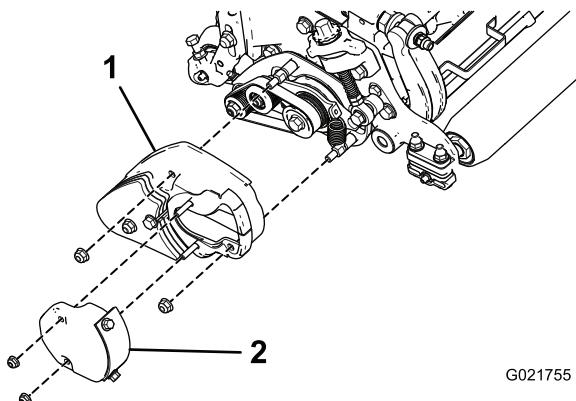

図 15
- グルーマカバー・アセンブリから、アクセスカバーを取り外す（図 15）。
- グルーマカバーを取り付け、フランジナット（5/16 インチ）2個で固定する。図 15を参照。
33. グルーマカバーにアクセスカバーを取り付ける；先ほど取り外したボルト類を使う）（図 15）。